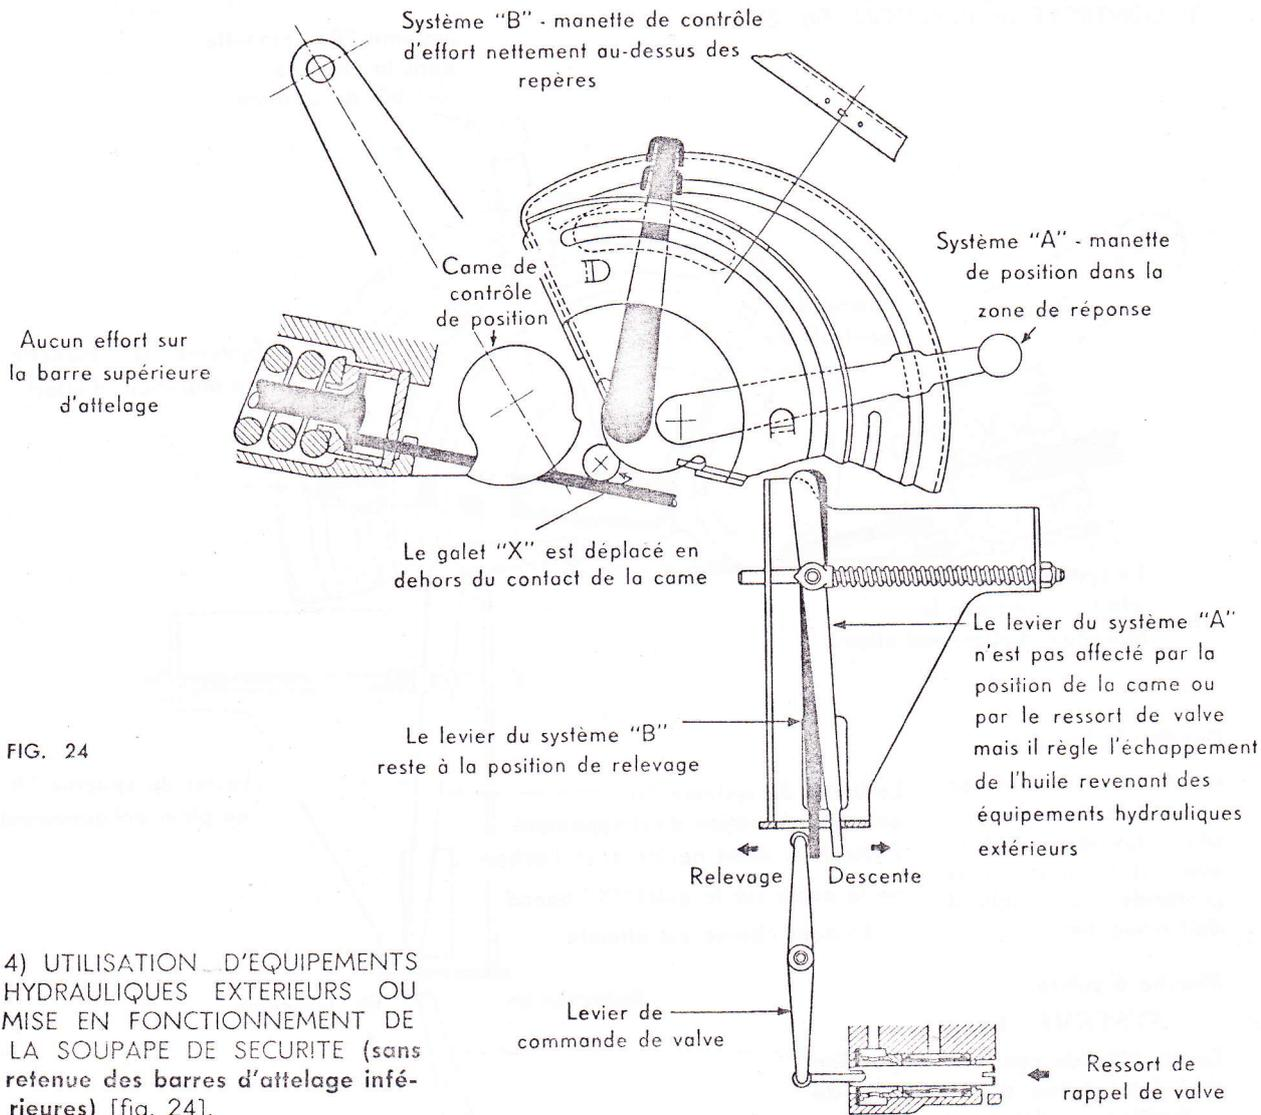

FIG. 24
4) UTILISATION D'EQUIPEMENTS HYDRAULIQUES EXTERIEURS OU MISE EN FONCTIONNEMENT DE LA SOUPAPE DE SECURITE (sans retenue des barres d'attelage inférieures) [fig. 24].